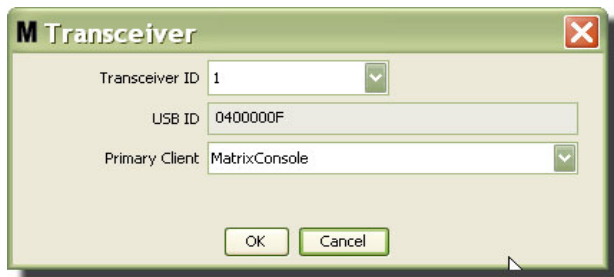

FIG. 63
3. Aparecerá la pantalla Modificar representada en la FIG. 63. En esta pantalla, puede modificar la ID de transceptor asignada al transceptor. Aunque la ID de USB aparece en la lista de esta pantalla, no es un campo editable. Solamente proporciona información.